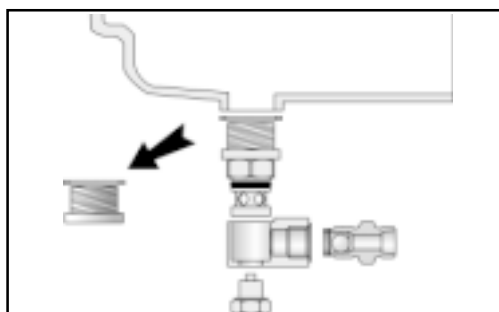

fig. 9 Posición del acople de drenaje
- Cambiar el tapón del cárter por el acople de drenaje (fig. 9).